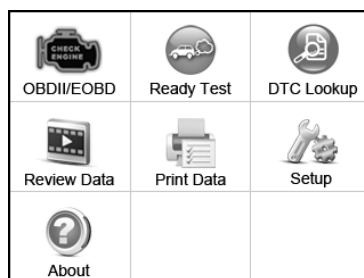

Figura 3.1
- 1) Desde **Pantalla Principal** (Figura 3.1), use el botón de desplazamiento **ARRIBA/ABAJO** y el botón de desplazamiento **IZQUIERDO/DERECHO** para seleccionar **Búsqueda de DTC** y presione el botón **OK**.